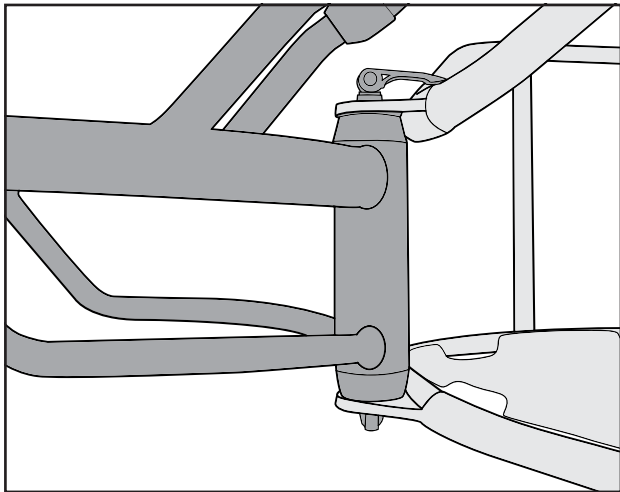

Figure 8
3. Screw on quick release skewer adjustment nut, making sure there is a spring on either side of the mounting brackets, and thread on until the cam lever can be tightly closed. (Figure 8)
4. Close the quick release cam lever, ensuring that the lever handle is facing away from the bicycle wheel. (Figure 8)
3. Vissez l'écrou de réglage de la broche à blocage rapide en vous assurant de la présence d'un ressort de chaque côté des supports de fixation, et continuez de visser jusqu'à ce que le levier à came ferme bien. (Figure 8)
4. Fermez le levier à came en veillant à ce que sa poignée soit tournée vers la remorque. (Figure 8)
3. Schrauben Sie die Schnellspanner-Einstellmutter auf. Stellen Sie sicher, dass sich eine Feder an beiden Seiten der Halterungen befindet. Schrauben Sie die Mutter auf, bis der Exzenterhebel fest geschlossen werden kann. (Abbildung 8)
4. Schließen Sie den Schnellspanner-Exzenterhebel. Achten Sie darauf, dass der Hebelgriff vom Fahrradlaufrad weg zeigt. (Abbildung 8)